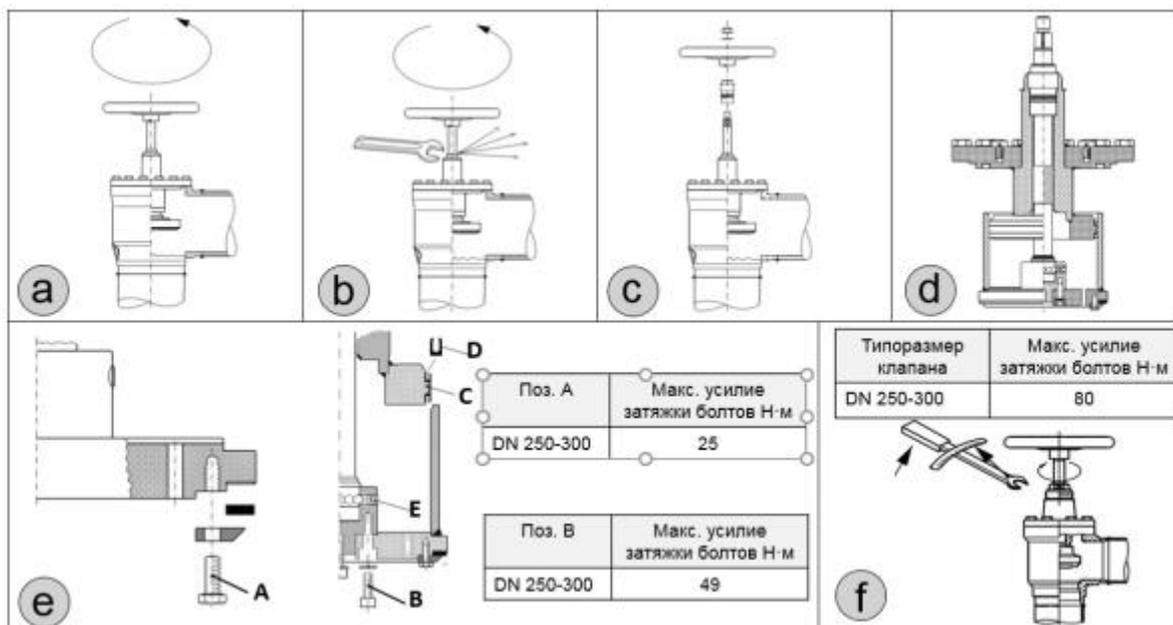

Рис. 6 Техническое обслуживание
- Для начала необходимо вывернуть шток запорного органа до полного открытия клапана (рис. 6а).
- В некоторых случаях за сальником может возникнуть избыточное давление. Для выравнивания (сброса) давления необходимо закрепить шток запорного органа (маховик) в неподвижном состоянии и медленно откручивать сальниковое уплотнение при помощи ключа (рис. 6б)
- После сброса давления можно снять маховик (если он имеется) и сальник (рис. 6с).
Тефлоновое кольцевое уплотнение можно снять, открутив болт (поз. А, рис. 6е). Если тефлоновое уплотнение имеет незначительные повреждения, его можно перевернуть и использовать обратную часть его поверхности. В случае, если кольцевое уплотнение деформировано или имеет глубокие повреждения (более 1 мм.) его необходимо заменить полностью. При установки тефлоновое уплотнение болт «поз. А» необходимо затягивать динамометрическим ключом с усилием затяжки, указанным в таблице на рисунке 6е.
### Замена U-образного уплотнения или шариков конуса (рис. 6 е)
Перед сборкой клапана удалите из корпуса грязь. Убедитесь, что уплотнительные кольца не повреждены. Перед тем как установить запорную часть клапана в корпус, необходимо полностью выкрутить шток (рис.6, а), т.е. после сборки клапан SVA будет полностью открыт.